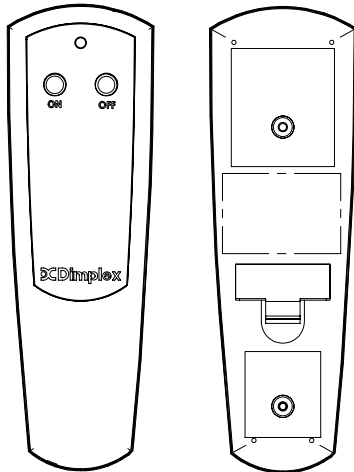

FIGURA 11
5. Presione la tecla MARCHA (ON) localizada en el transmisor del control remoto (FIGURA 11). El transmisor y el receptor del control remoto estarán sincronizados.